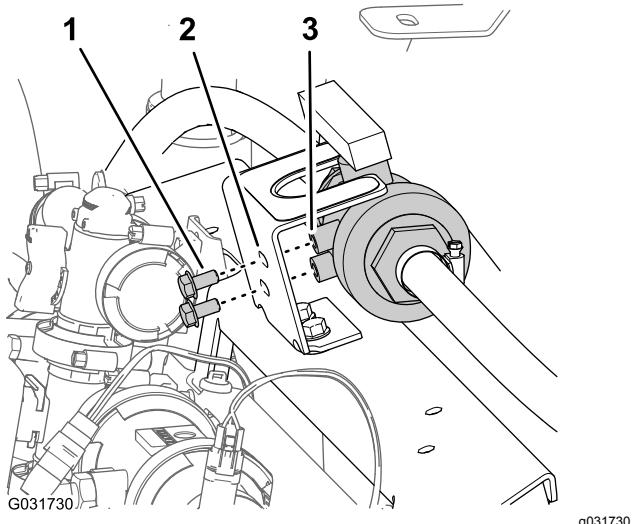

Figura 230
- Monte la válvula en el soporte de montaje (Figura 230) con los 2 pernos con arandela prensada (5/16" x 5/8") que retiró en el paso 3 de 9 Desconexión del kit opcional de cumplimiento UE (página 23) y apriete los pernos a mano.
- Alinee los salientes roscados de la válvula de bola con los 2 orificios en el soporte de montaje (Figura 230).